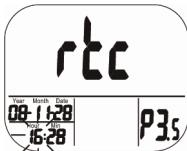

Abb. 15: Einstellung der Stunde (Uhr)
- Speichern Sie Ihre Auswahl mit der SET-Taste. Sie gelangen nun in den P3.5-Modus zur Einstellung der Stunde vor (Abb. 15). Durch Druck auf die ESC-Taste kehren sie in den P3.0-Modus zurück, ohne zu speichern. Nach dem Speichern mit der SET-Taste gelangen Sie in den P 3.6 Modus zur Einstellung der Minuten.